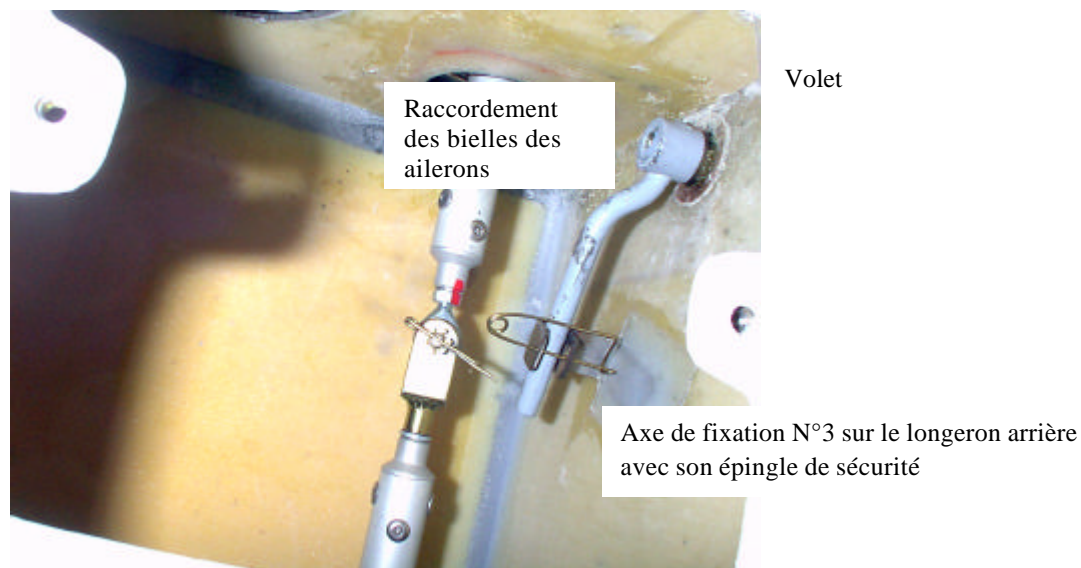

Fig. 4. Axes de fixation des ailes et raccord sur les commandes d'ailerons
4. Insérer l'axe auxiliaire à travers la ferrure sur la poutre arrière du panneau central et sécuriser tous les axes dans les fourches spéciales avec des goupilles (Fig.4).
6. Brancher le raccord des bielles d'ailerons et sécuriser la connexion (Fig.4)